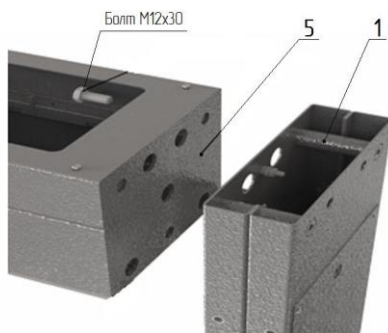
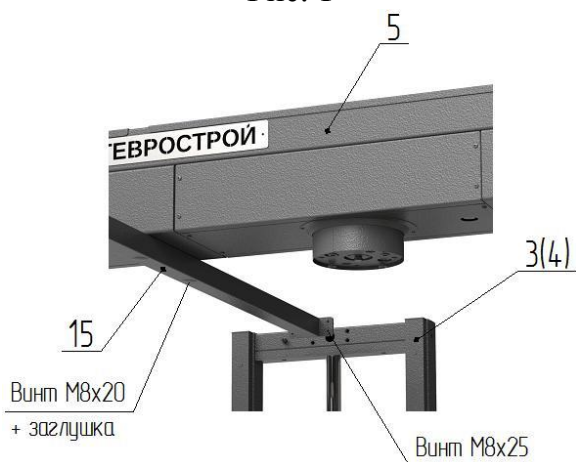

Рис. 1
Рис. 2
*1. Сборка турникета. Рис. 1, 2*
– положите на пол на боковую плоскость раму привода **5** (рис. 1), (предварительно постелив лист картона), рядом аналогично положите две стойки крыла прохода **1** и **2**; состыкуйте указанные элементы друг с другом присоединительными элементами и закрутите по три болта М12 с каждой стороны; поставьте собранный портал вертикально на месте установки турникета; закрепите к раме **5** в средней части верхнюю стяжку **15** (рис.2) двумя винтами М8.